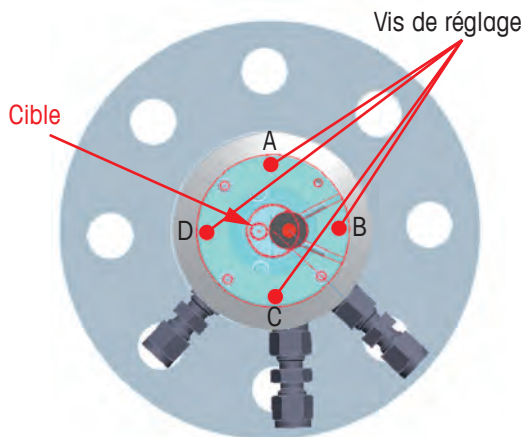

Figure 20 Emplacement des vis de réglage
Quelle que soit la méthode appliquée, le positionnement du faisceau laser est effectué à l'aide de quatre vis de réglage (Figure 20 à la page 48). Ces vis sont encastrées dans la bride de la tête TDL.
Le pointeur laser se trouve sur la bride de montage de la tête TDL, comme illustré sur la Figure 20 à la page 48.
- 2 Desserrez les quatre vis de réglage (voir Figure 20 à la page 48).
<p>2 Desserrez les quatre vis de réglage (voir Figure 20 à la page 48).</p>